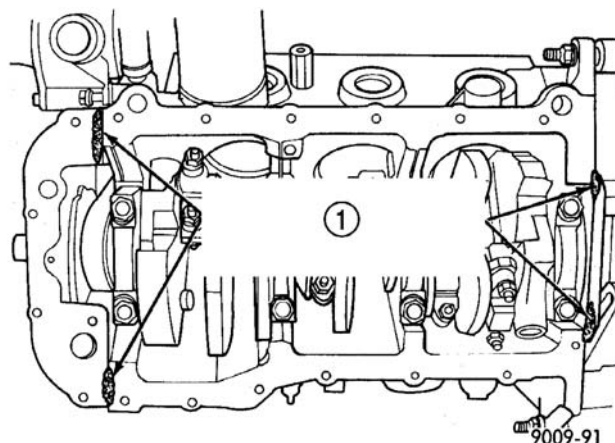

图 108 机油盘密封
(1) 清洁密封表面，并在链条盖与后密封固定座的分线上，滴一滴 1/8 英寸大小的 Mopar® 发动机 RTVGenII (图 108)。